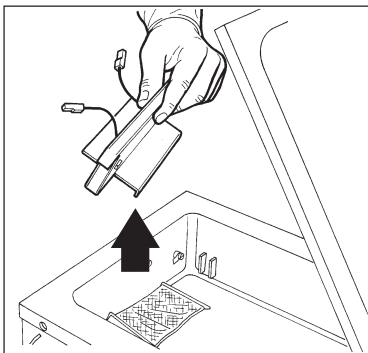

Fig. 2
- 3) Extraer la barra soldadora con sus hilos (Fig. 2).